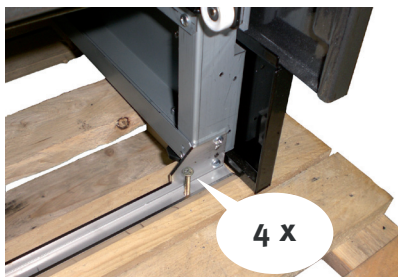

Fig. 1
2. Retirer les vis de la sécurité de transport (4 vis). (Fig. 1)